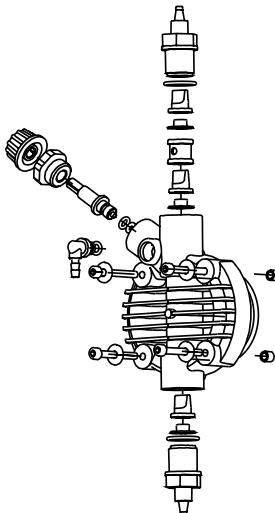

Fig. 10
2. Verificar pelo menos a cada 6 meses o funcionamento da bomba, o aperto dos parafusos do cabeçote e de porcas-trava, particularmente na dosagem de líquidos agressivos, efetuando um controle ainda mais frequente da concentração do aditivo no sistema; uma redução dessa concentração pode ser causada pelo desgaste das válvulas (que neste caso devem ser substituídas tendo atenção ao remontá-las como na Fig. 10) ou ainda o entupimento do filtro que deve ser limpo como indicado no item 3 a seguir.
Para efetuar esta operação, se a bomba não está fixada ao sistema, se pode fazê-la pulsar por poucos segundos (15 a 30) tendo-a de ponta cabeça e sem as mangueiras conectadas aos nipples, se for impossível virar a bomba, deve-se desmontar e remontar o cabeçote (Fig. 10), utilizando-se dos quatro parafusos de fixação.